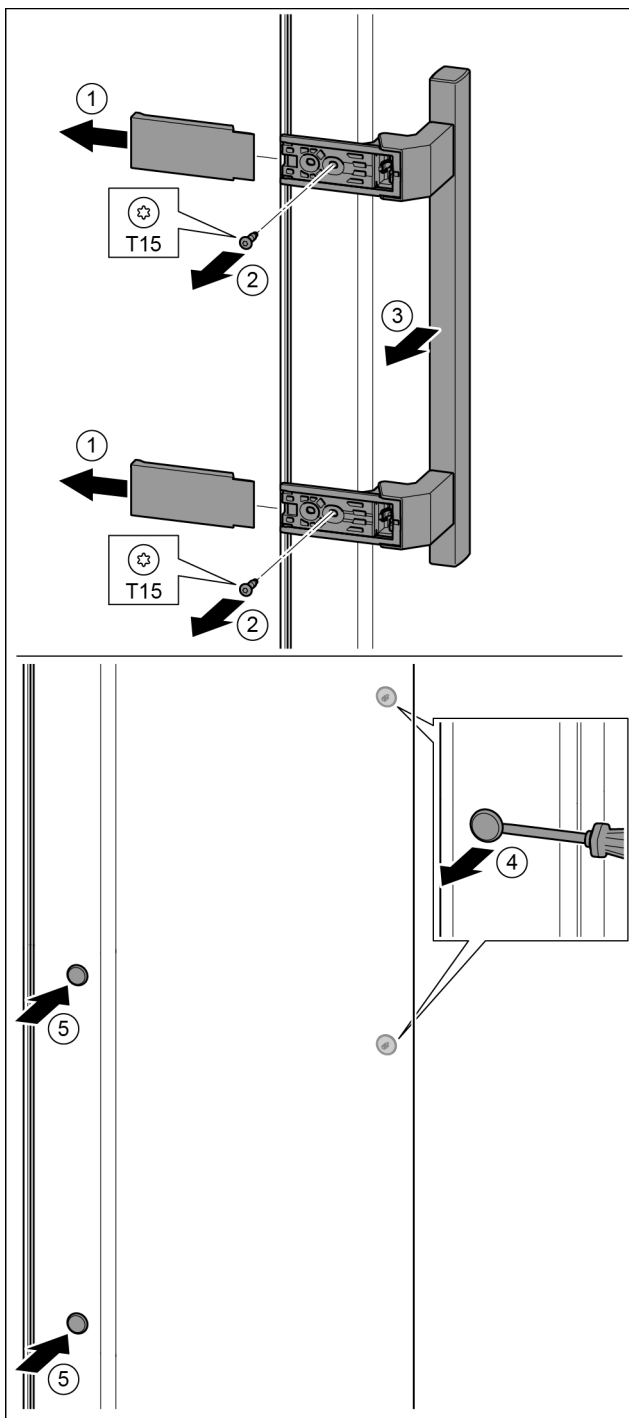

Fig. 21
- ▶ Húzza le a fedelet. Fig. 21 (1)
- ▶ T15 csavarhúzóval tekerje ki a csavarokat. Fig. 21 (2)
- ▶ Vegye le a fogantyút. Fig. 21 (3)
- ▶ Az oldalsó dugókat egy csavarhúzóval óvatosan emelje meg és húzza ki. Fig. 21 (4)
- ▶ A dugókat helyezze be a másik oldalon. Fig. 21 (5)